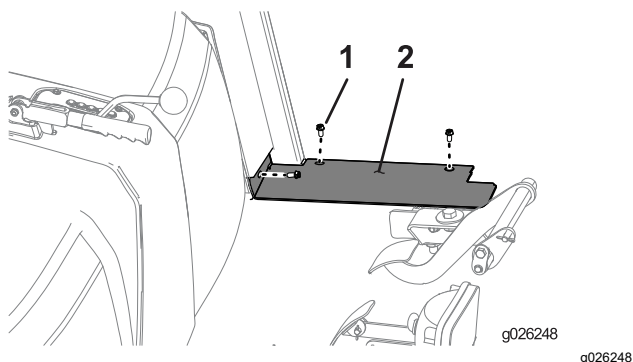

Рисунок 45
1. Установите напольные панели на каждой стороне автомобиля, используя 3 болта (¼ дюйма), как показано на Рисунок 45.